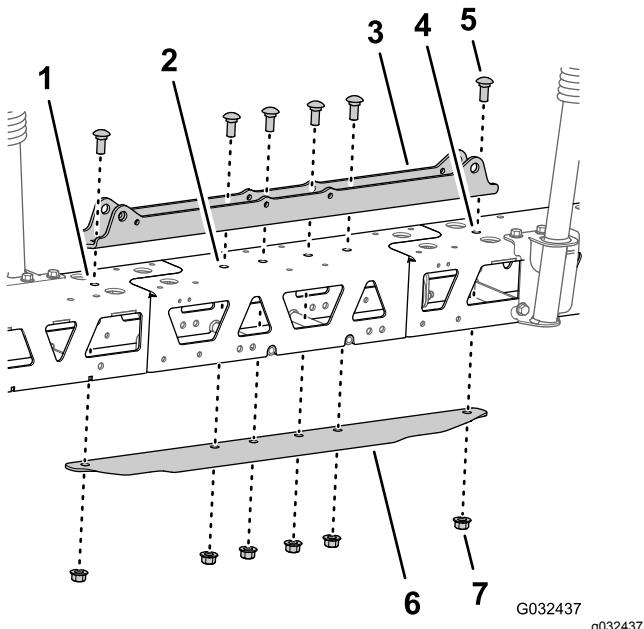

图55
5. 将油缸安装座中的孔与桁架框架中心线和中间喷洒臂延长组件中的孔对齐 (图55)。
6. 将连接板插入桁架框架和中间喷洒臂延长组件将连接板中的孔与桁架中心线和喷洒臂延长组件的孔对齐 (图55)。
7. 使用在 分开中间喷洒段桁架 \(页码 23\) 的步骤 2 中拧下的 2 个托架螺栓 $\frac{1}{2} \times 1\frac{1}{4}$ 英寸和 2 个凸缘锁紧螺母 $\frac{1}{2}$ 英寸以及 GeoLink 喷洒系统完成套件中的 4 个托架螺栓 $\frac{1}{2} \times 1\frac{1}{4}$ 英寸和 4 个凸缘锁紧螺母 $\frac{1}{2}$ 英寸组装油缸安装座、桁架、中间喷洒臂延长组件及连接板图55。